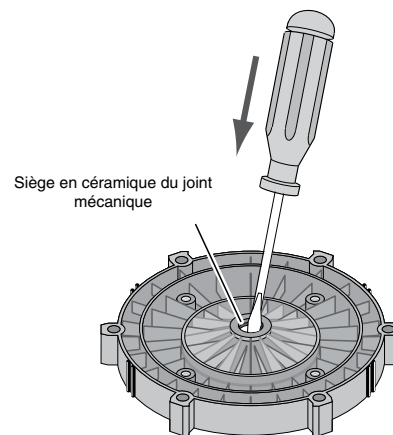

Figure 5
3. Déposer les six (6) écrous, rondelles-freins et rondelles plates de fixation de la plaque d'étanchéité sur le corps de la pompe. Éloigner la plaque d'étanchéité et le moteur du corps de la pompe. (Il faudra peut-être utiliser avec PRUDENCE un tournevis pour séparer le corps de la pompe de la plaque d'étanchéité.)
4. Déposer les sept (7) vis et rondelles de fixation du diffuseur sur la plaque d'étanchéité. Déposer le diffuseur.
9. Mettre la plaque d'étanchéité sur une surface plane en orientant sa face le bas, puis chasser le siège en céramique (se reporter à la Figure 5).